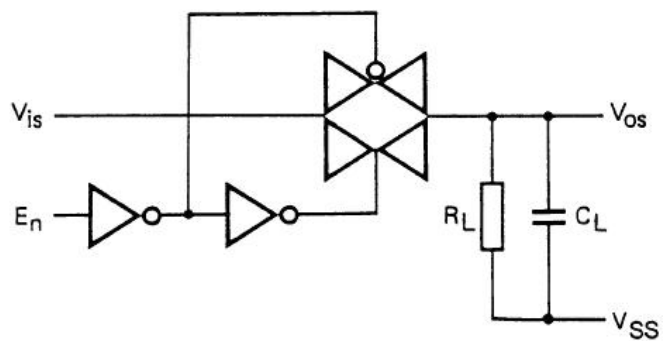
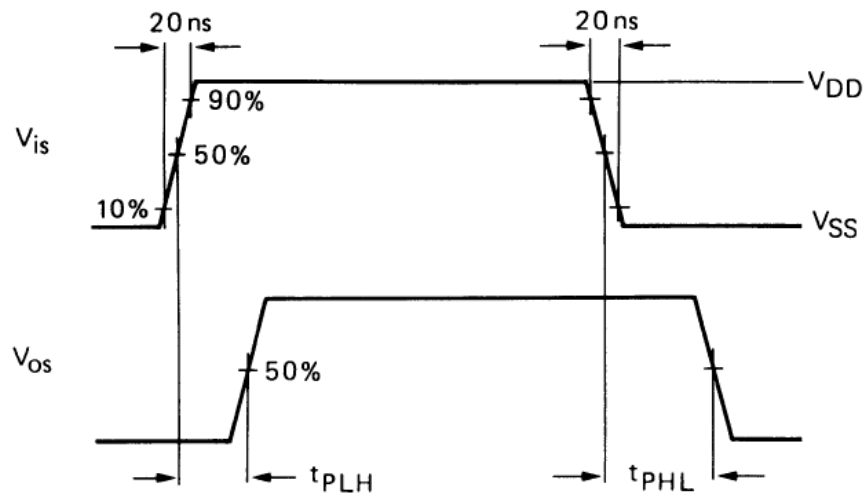
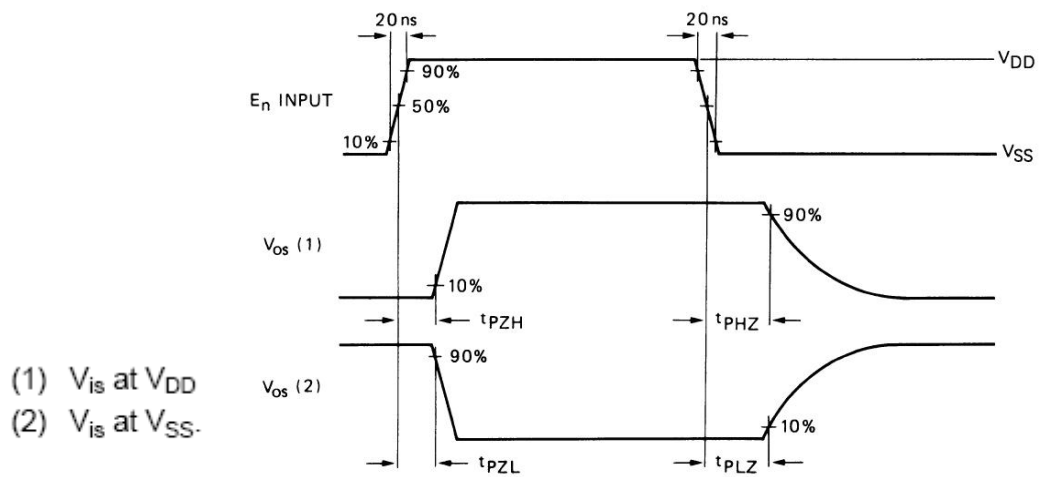

图 6
图10 传输延时
图11 输出使能与禁止延时
3. $R_L = 10\text{ k}$ (对地); $C_L = 50\text{ pF}$ (对地); $E_n = V_{DD}$; $V_{is} = V_{DD}$ (方波); 见图6 和 图10。
测试 t_{PLZ} 和 t_{PZL} 时, $V_{is} = V_{SS}$ and R_L 接 V_{DD} ; 见图6 和图11.
7. $R_L = 10\text{ k}\Omega$ (对地); $C_L = 15\text{ pF}$ (对地); $E_n = V_{DD}$ (方波); 串扰为 V_{OS} (峰值); 见图6;